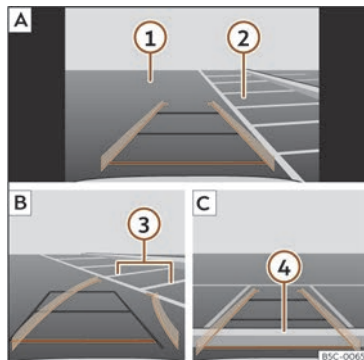

Fig. 155 Visualización na pantalla do sistema de infotainment: aparcar co asistente de marcha atrás.
Lenda da >>> **fig. 155:**
- Coloque o vehículo diante do espazo de aparcamento >>> **fig. 155** ② **A**.
- Retroceda xirando o volante de xeito que as liñas amarelas entren no espazo de aparcamento. As liñas verdes deben coincidir coas liñas de delimitación laterais ③ **B**.
- Deteña o vehículo cando a liña vermella chegue á delimitación traseira ④ **C**.